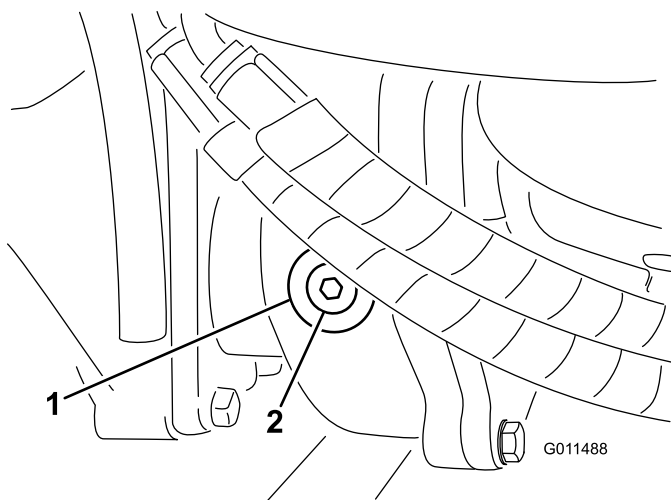

図 14
2. ギアボックスの左側から点検・補給用プラグ 図 14 を抜き、穴の高さまで潤滑油があることを確認する。油量が足りなければ穴の下部まで補給する。